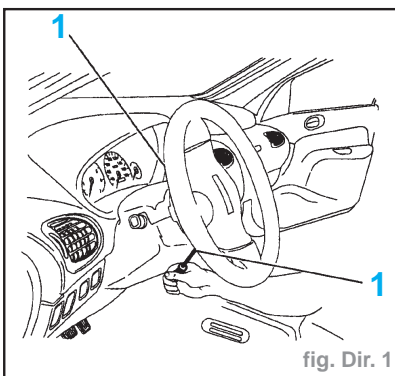

fig. Dir. 1
- Desserrer les vis (1) (fig. Dir. 1).